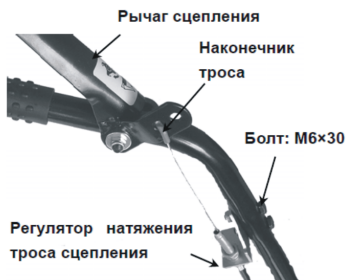

Рис. 11
9. Закрепите с помощью болтов М6х30 регулятор натяжения троса сцепления на рукоятке управления и зафиксируйте наконечник троса в проушине рычага сцепления (рис. 11).